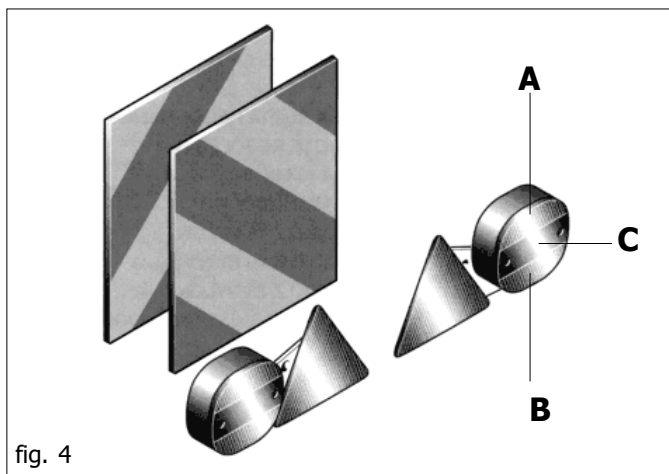

fig. 4
- 35) Qualora gli ingombri costituiti da attrezzature portate o semiportate occultino la visibilità dei dispositivi di segnalazione e di illuminazione della trattore, questi ultimi devono essere ripetuti adeguatamente sulle attrezzature, attenendosi alle normative del codice stradale in vigore nel relativo paese. Accertarsi, quando in uso, che l'impianto luci sia perfettamente funzionante. Si rammenta inoltre che la corretta sequenza segnaletica dei fanali prevede (Fig. 4):